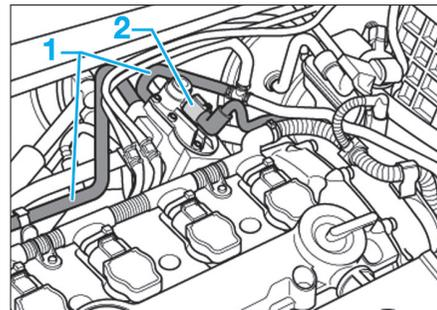

Fig. 68
- Désolidariser les durits de liquide de refroidissement (1) (Fig.68).
- Débrancher le connecteur (2) de la soupape de recyclage des gaz d'échappement.